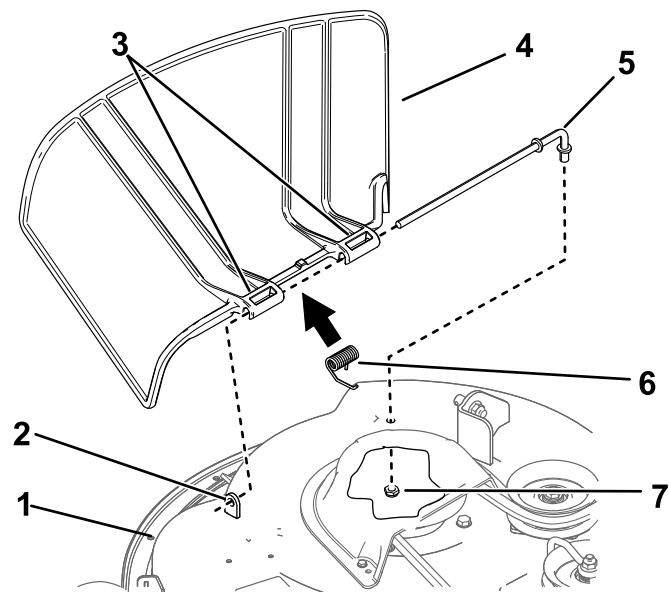

Figure 66
1. Retirez l'écrou ($\frac{3}{8}$ po) de la tige, sous le tablier de coupe (Figure 66).
2. Sortez la tige de la courte cheville de positionnement, du ressort et du déflecteur d'herbe (Figure 66).
4. Montez le nouveau déflecteur d'herbe (Figure 66).
7. Insérez la tige dans le deuxième support du déflecteur d'herbe (Figure 66).
9. Fixez l'extrémité arrière de la tige dans le tablier de coupe à l'aide d'un écrou ($\frac{3}{8}$ po), comme montré à la Figure 66.